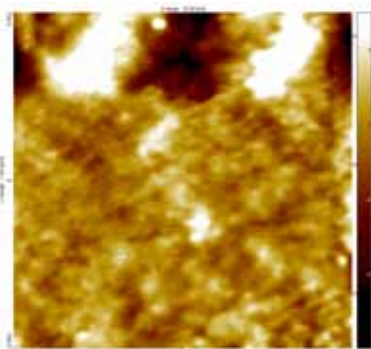
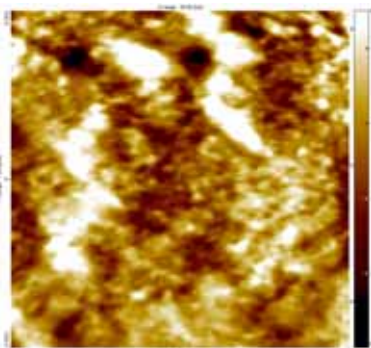
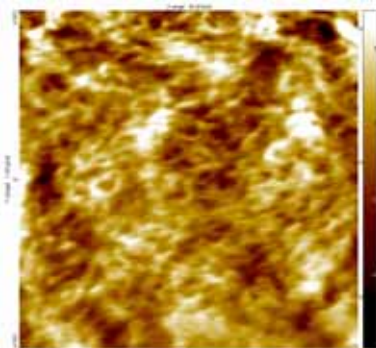

図2. 凹凸形状像
図5. 凹凸形状像
図6. 凹凸形状像
- 強力粉(硬質小麦)と薄力粉(軟質小麦)にはデンプンとタンパク質(グルテニンなど)が含まれ、デンプンの表面を高分解能で観察すると数十ナノメートルの超微細構造が確認できます(図2、図5)。強力粉と薄力粉共にこの微細構造に差は見られませんが、探針の振幅を大きくして測定を行うと、薄力粉は表面に特長ある構造(網目構造)が観察されました(図6)。